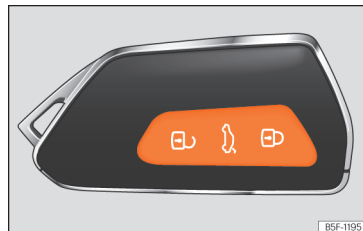

Fig. 73 Clau per control remot: tecles.
- Bloquejar: premeu el botó  » » fig. 73.